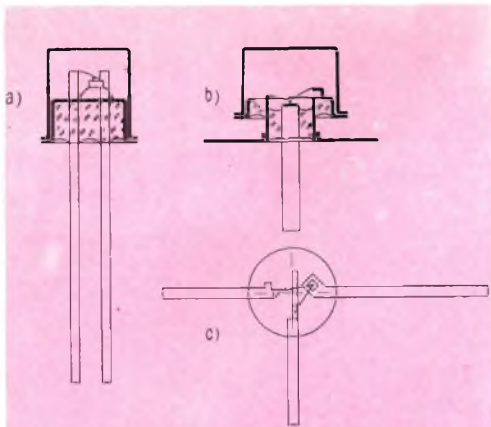

Fig. 2 - Sezione di una custodia normalizzata TO-72 (a), di una coassiale (b), e di una a T (c).
piamento elettrico nonché alle induttanze ed alle capacità dei singoli elettrodi, imputabili alla forma costruttiva della custodia (fig. 2-a). Non vengono perciò sfruttate in pieno le eccellenti proprietà in alta frequenza del sistema interno del transistore.
to. Vi possono perciò venire incorporati anche sistemi di transistori mesa, particolarmente sensibili all'umidità. La struttura della custodia coassiale (fig. 2-b) è però relativamente ingombrante e quindi di montaggio difficoltoso nei circuiti tuner. Presenta poi alti costi di produzione che ne rendono antieconomico lo impiego in grandi serie. Per dare un nuovo impulso alla diffusione dei transistori UHF al germanio si dovette progettare una custodia più adatta. La nuova custodia è stata sviluppata con i sistemi dei transistori AF239 ed AF240 che possedevano adeguate caratteristiche ad alta frequenza. Dalla nuova custodia si volevano ottenere in particolare:
**Custodia a T** - Contemporaneamente allo sviluppo dei nuovi sistemi planari al germanio, vennero condotte ricerche su diverse forme di custodia. Quella che rispondeva meglio ai requisiti richiesti aveva la forma a T visibile nella fig. 1 (in alto) e nella fig. 2-c.
**Costruzione** - La costruzione del mescolatore risulta facile e veloce se si usa un circuito stampato simile a quello rappresentato in grandezza naturale nella *fig. 1*. Tutti i componenti, tranne i jack di entrata e d'uscita, i controlli e la batteria, si montano direttamente sul circuito stampato come si vede nella *fig. 2*.